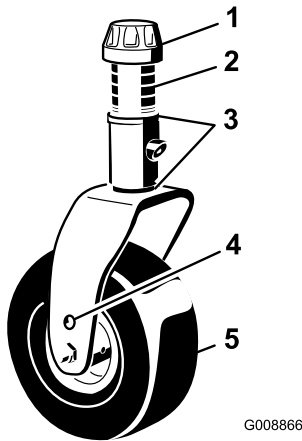

Figura 78
1. Togliete il cappuccio di tensione dall'asse del perno ed estraete il perno dal braccio della ruota orientabile (Figura 78).